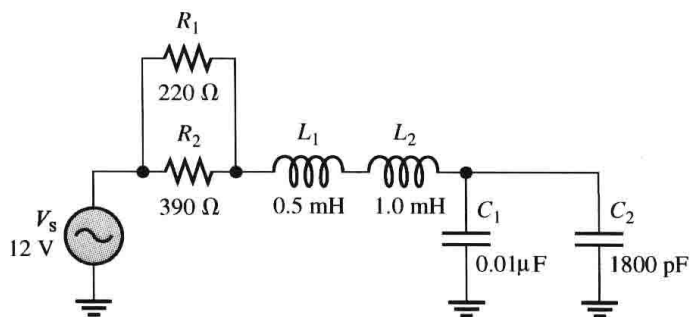

图 13-66
6. 分析图 13-66 中电路的下列值 ($f=25\text{kHz}$):